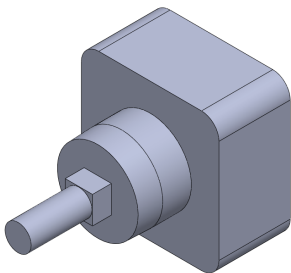

图 8-21 退回零件特征
(3) 执行操作后, 即可退回零件特征, 效果如图 8-21 所示。